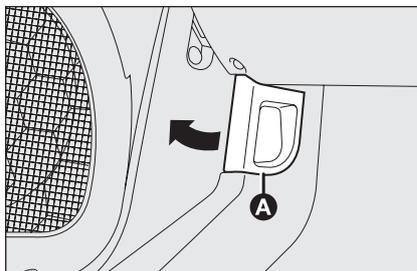

fig. 106
- tirare la leva **A**-fig. 106 nel senso indicato dalla freccia;